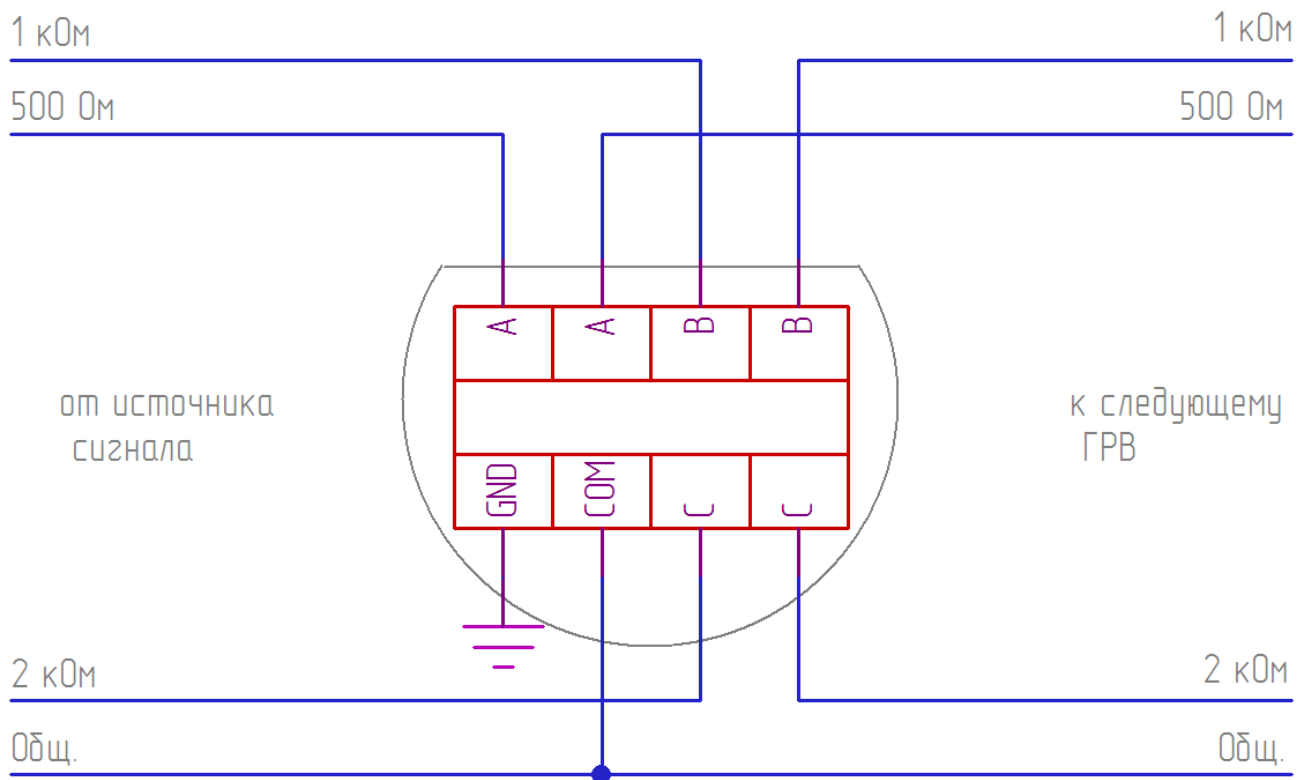

Рисунок 2 – Схема подключения ГВР-Exd-10, ГВР-Exd-20
2. Проверить правильность подключения оповещателя в соответствии с рис. 2 - 4.
4. Если вышеперечисленные пункты не устранили состояние неисправности, то следует обратиться к предприятию-изготовителю по телефону (343) 379-07-95 или электронной почте support@spectron-ops.ru.